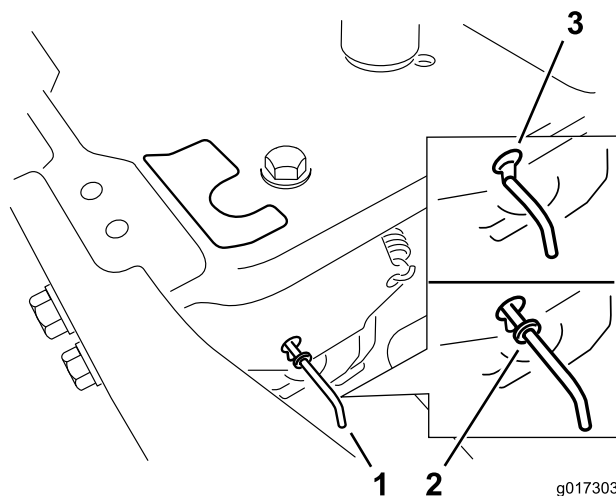

Figura 28
- Mueva las palancas de desvío hacia adelante a través del orificio y hacia abajo para bloquearlas en esa posición, según se muestra en Figura 28. Asegúrese de hacer lo mismo con cada palanca.
Mueva las palancas de desvío hacia atrás a través del orificio y hacia abajo para bloquearlas en esa posición, según se muestra en Figura 28. Asegúrese de hacer lo mismo con cada palanca.